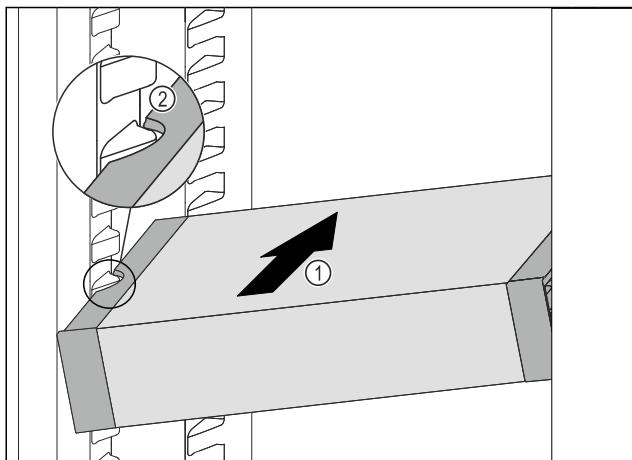

Fig. 101
- Вдвигайте VarioSafe под наклоном в холодильное отделение Fig. 101 (1), пока боковые выемки Fig. 101 (2) VarioSafe не окажутся на высоте выступа резервуара в холодильном отделении.